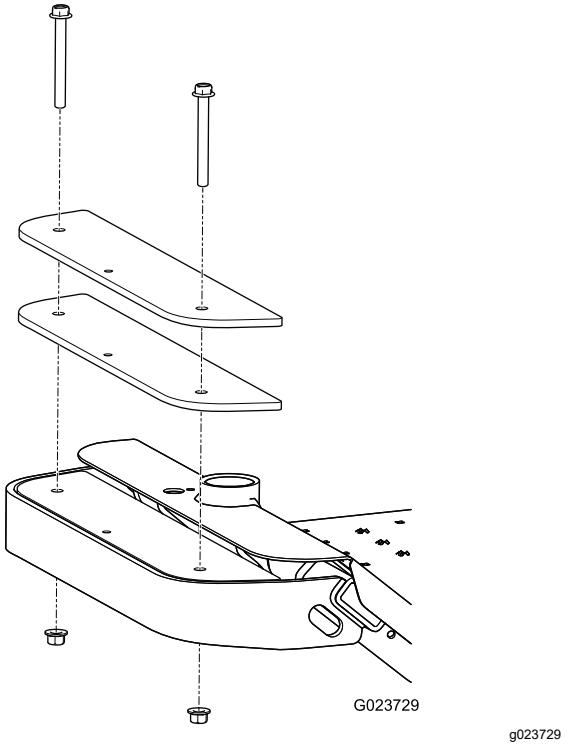

Figure 12
- Retirez les 2 boulons et les 2 écrous qui fixent les masses existantes à l'avant de la machine (Figure 12).